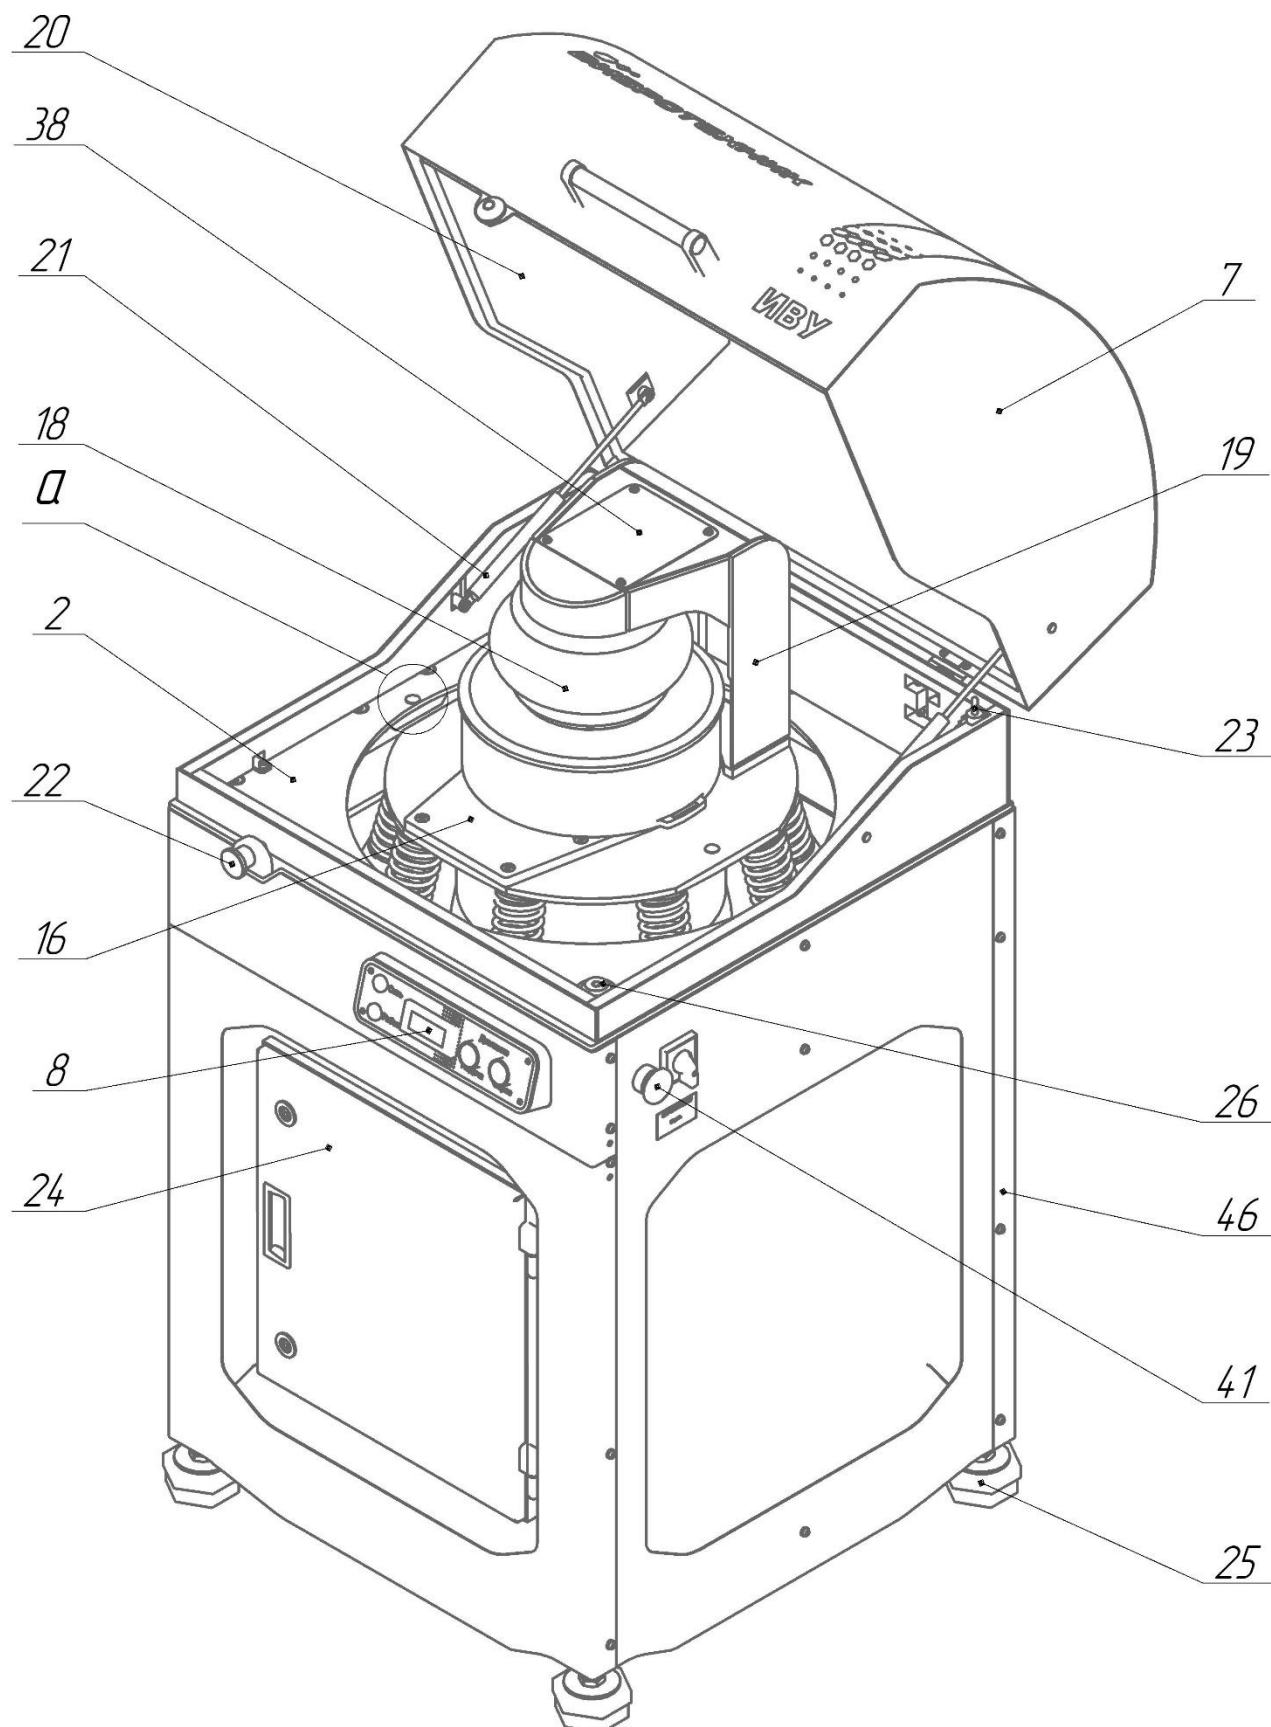
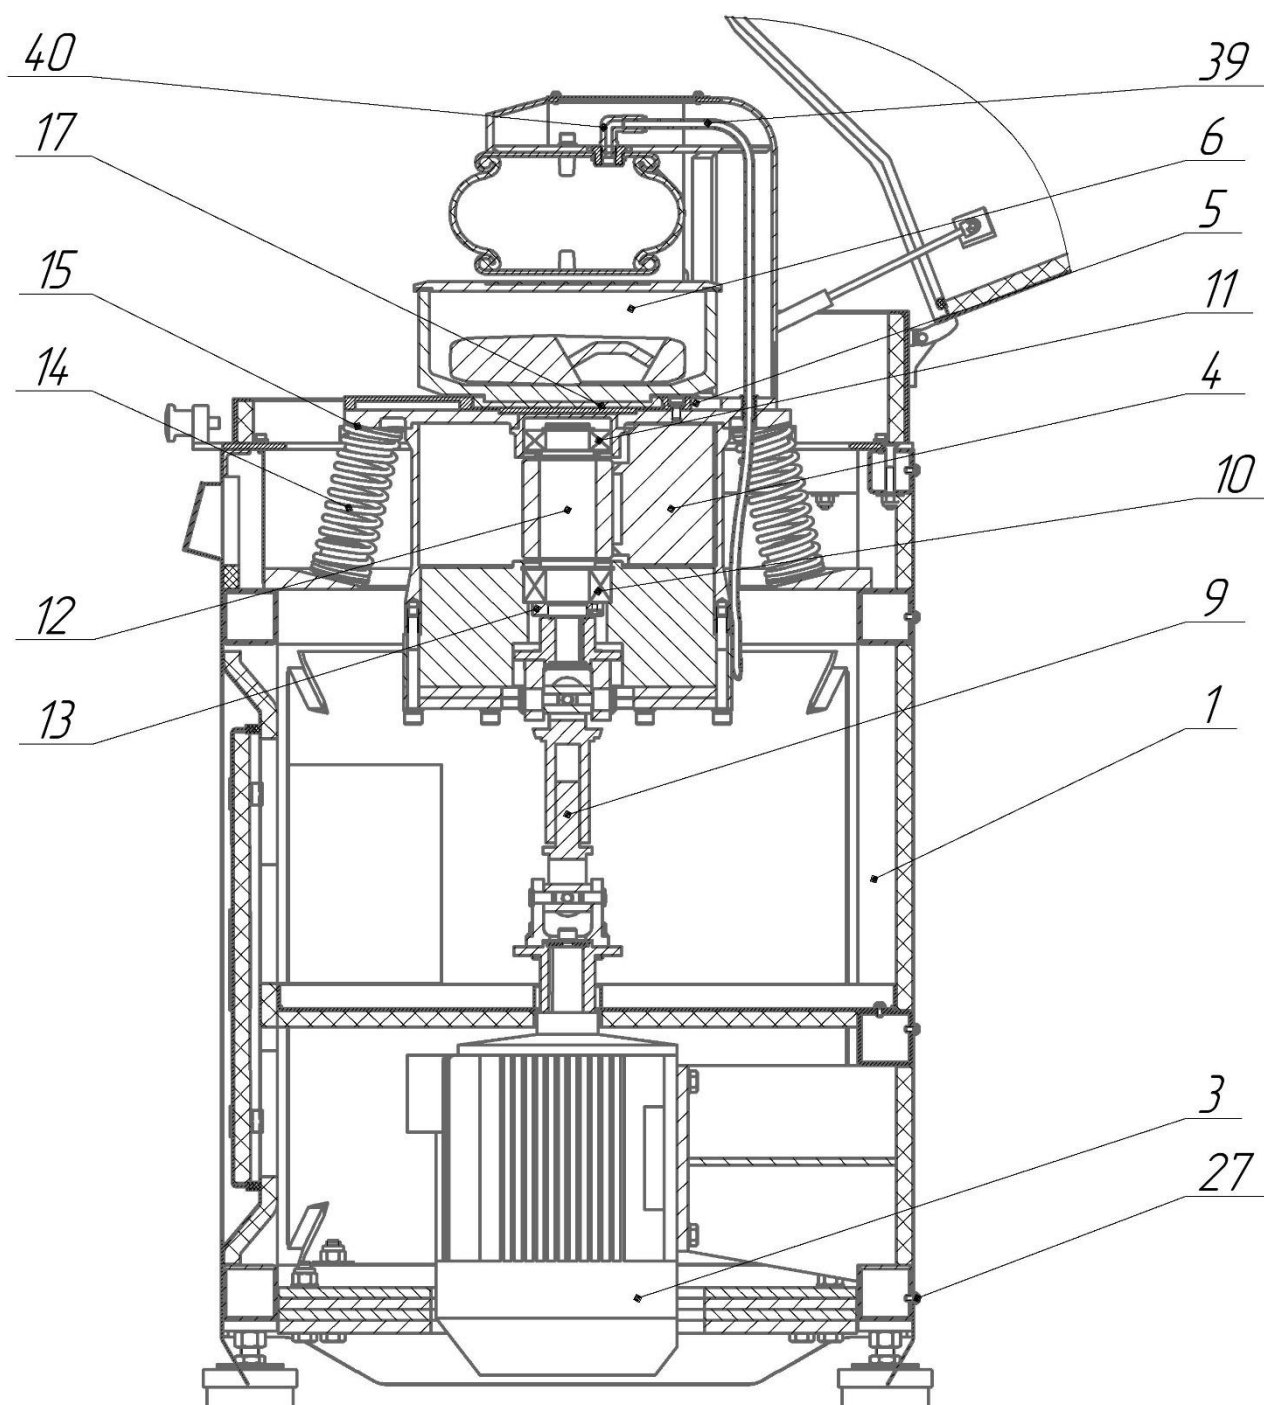
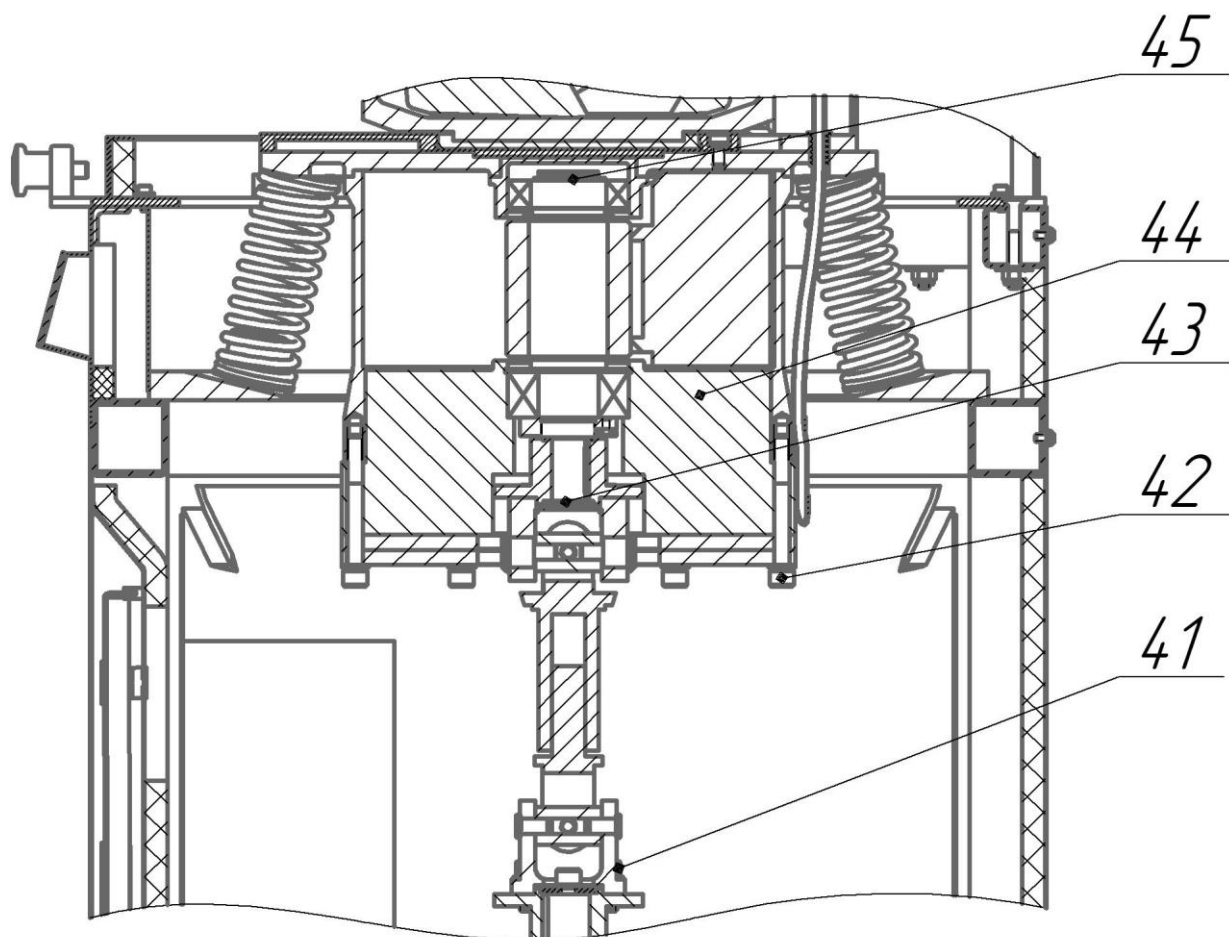

Рис.1 Истиратель вибрационный ИВУ
Рис.2 Истиратель вибрационный ИВУ
Рис.6
- б. демонтировать заднюю стенку 46 (рис.1), открутив 12 винтов;
- в. отсоединить карданный вал 9, открутив 4 болта 41 (Рис. 6);
- г. демонтировать крышку 38 (рис.1);
- д. отсоединить трубку пневмотрассы 39 (рис.6) от углового фитинга 40 баллонного пневмопривода 18 (рис.1);
- е. демонтировать платформу 5 (рис.2) в сборе с пружин 14, подняв ее вверх. Для поднятия платформы можно использовать рым-болты 34, вкрутив их в резьбовые отверстия платформы;
- ж. открутить 6 болтов 42 (рис.6), демонтировать стопорное кольцо 43 и извлечь вал 12 в сборе с подшипниками, дебалансом 4 (рис.2) и противовесом 44 (рис.6);
- з. демонтировать разрезную гайку 13 (рис.1), заменить подшипник 10 и установить гайку 13 на место;
- и. демонтировать стопорное кольцо 45 (рис.6), заменить подшипник 11 (рис.2) и установить стопорное кольцо 45 на место;